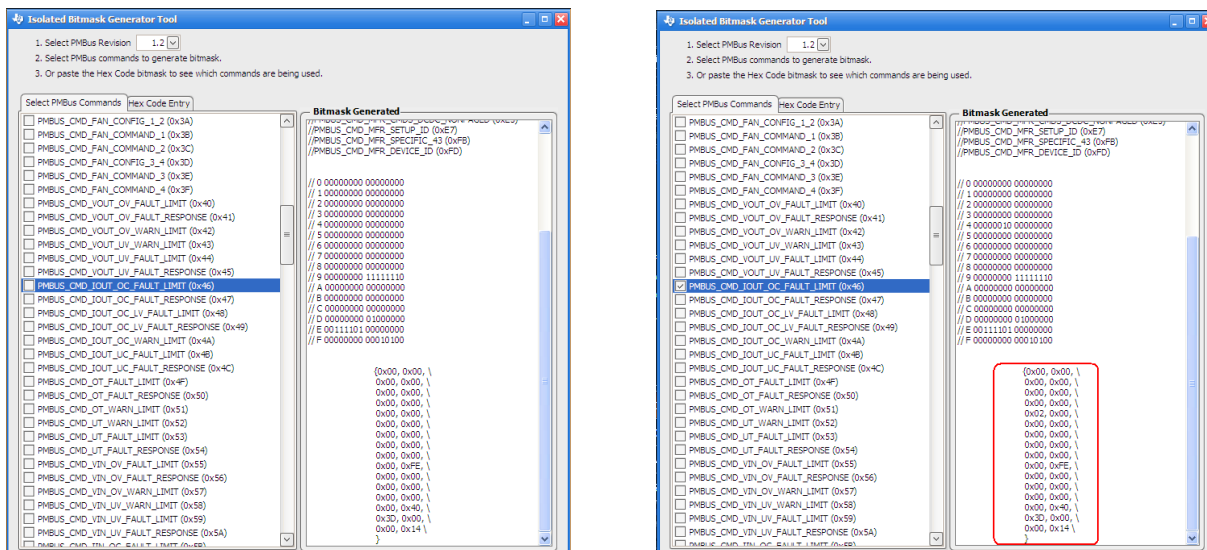

图 3: 勾选相应 PMBUS 命令并复制输出数据
2) 如图 3, 在随后打开的界面中, 勾选“PMBUS\_CMD\_IOUT\_OC\_FAULT\_LIMIT”, 即使能命令 IOUT\_OC\_FAULT\_LIMIT。此时界面右侧的数据会有变化, 该 PMBUS 对应的位由 0 变为了 1。
3) 将图 3 右侧红色图内的数据复制到 UCD3138 的软件中, 覆盖原来的 CMD\_DCDC\_NONPAGED 变量。